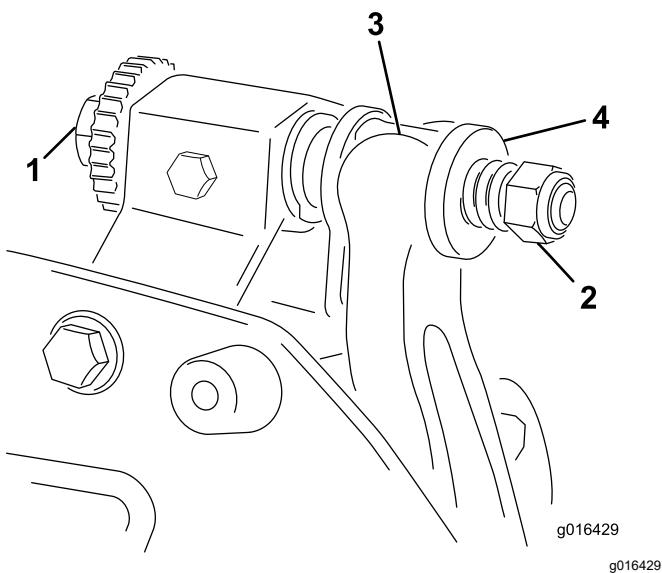

Figura 13
1. Gire el tornillo de ajuste de la barra de asiento en sentido antihorario para alejar la contracuchilla del molinete (Figura 13).
2. Afloje la tuerca de tensado del muelle hasta que el muelle deje de presionar la arandela contra la barra de asiento (**Figura 13**).
1. Instale el conjunto de barra de asiento/contracuchilla, colocando las pestañas de montaje entre las arandelas y el tornillo de ajuste de la barra de asiento (Figura 13).